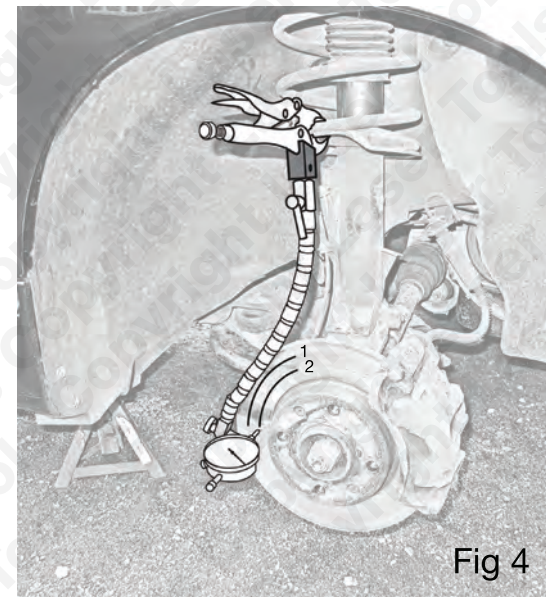

Fig 4
- Para obtener los mejores resultados, las mediciones deben efectuarse en ambos lados del disco y desde dos o más curvas diferentes de cada lado del disco. Consulte la Fig. 4.